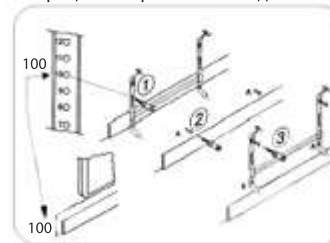

Рис. 5
6. Просверлите отверстия необходимого диаметра по меткам крепления, вставьте дюбели, приложите кронштейн крепления и закрутите установочные винты кронштейна, закрепив тем самым кронштейн на стене (рис. 5), также выкрутите винты в верхних выпусках кронштейна.